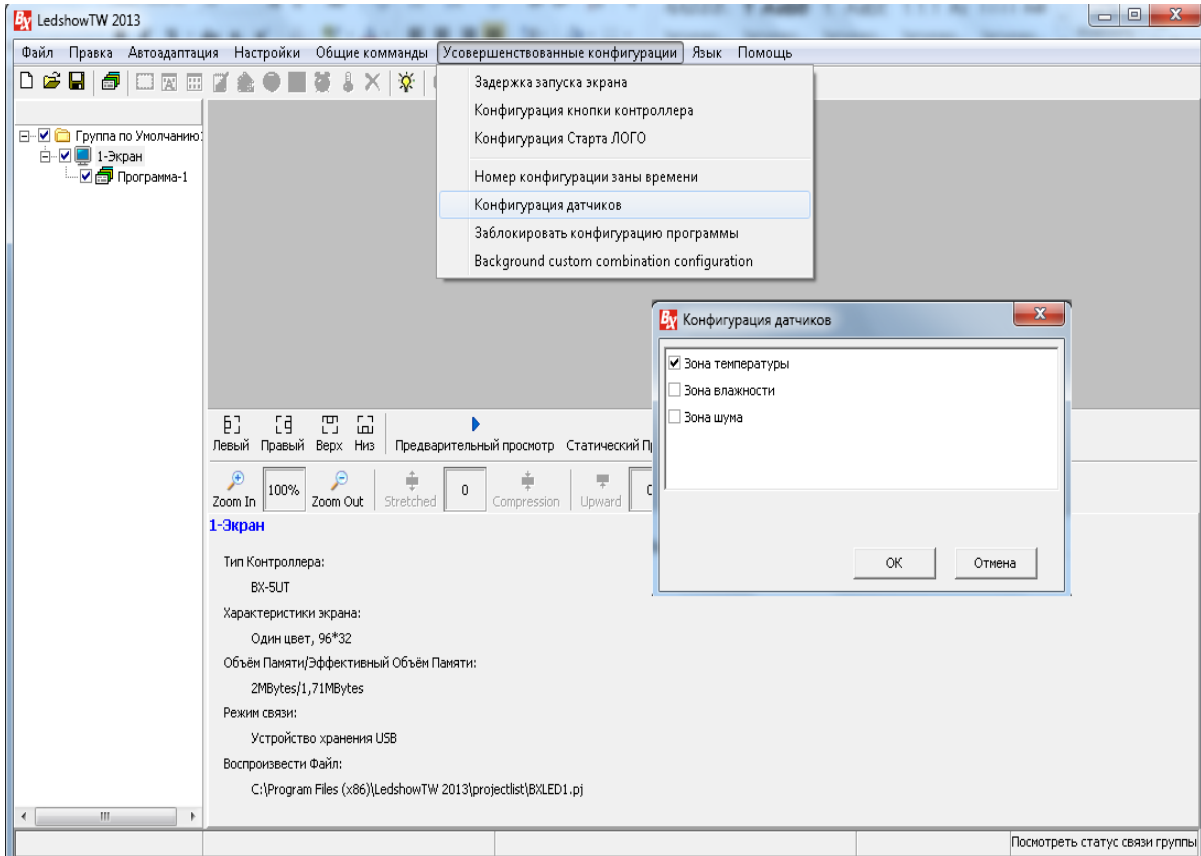

Рисунок 3.12 Окно выбора дополнительных датчиков
7) Для добавления дополнительных датчиков необходимо зайти в пункт меню **Усовершенствованные конфигурации** → **Конфигурация датчиков** и поставить галочки на необходимых пунктах. Смотреть рисунок 3.12.